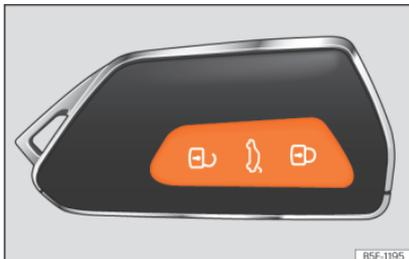

Abb. 86 Funkschlüssel: Tasten.
- Verriegeln: drücken Sie die Taste **» Abb. 86.**